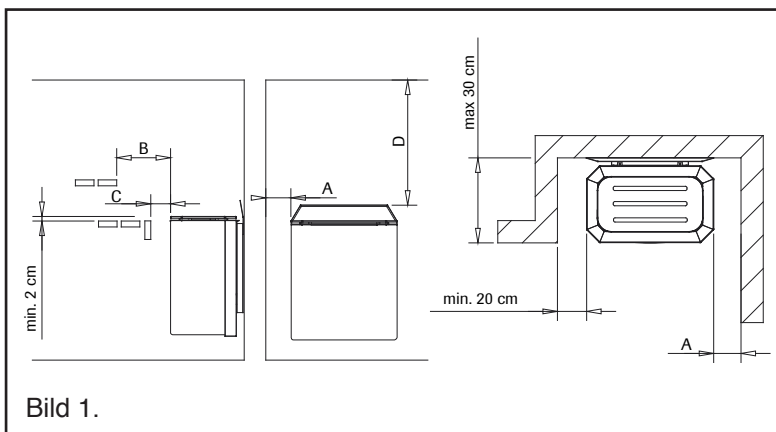

Bild 1.
**) Se bild 1
- NARVI NC-bastuaggregat på 6,0 kW kan även installeras i en nisch i väggen och då ska skyddsavstånden enligt bild 1 iakttas.